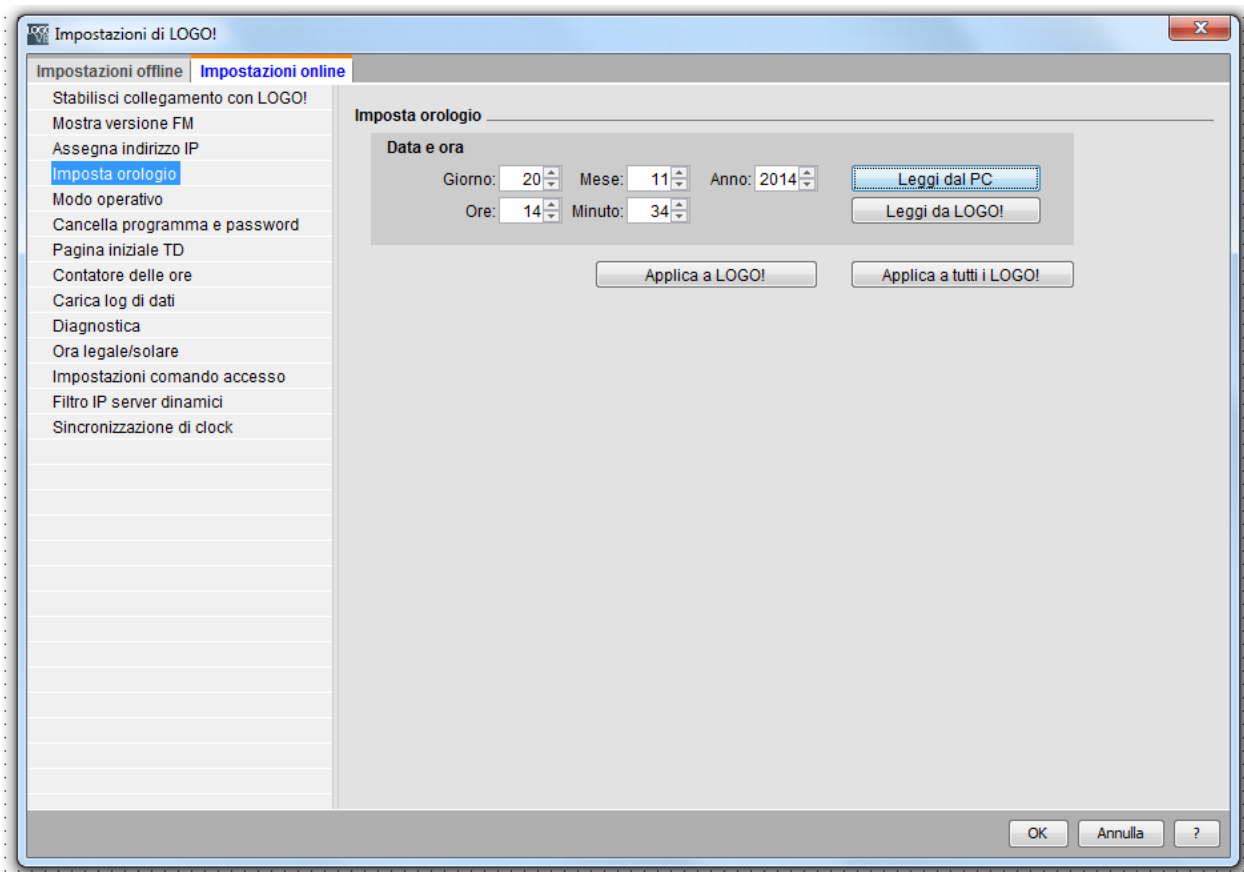

Figura 14
- *Imposta orologio*: impostare l'orologio interno di LOGO!, è possibile leggere l'ora e la data o direttamente da PC oppure dal modulo base (Figura 14)